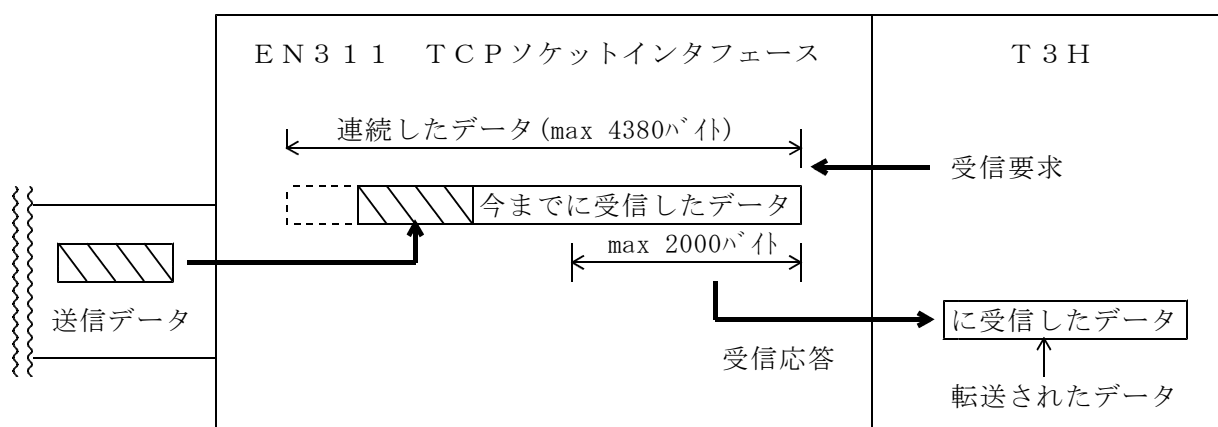

図 6. 6 T C P ソケットインタフェースでの送受信データの取扱い
- g) T C P ソケットインタフェースを使う場合、送信データはコネクション確立時に双方のソケットで取り決めたデータサイズに分割（フラグメント）されて送信されます。分割するデータサイズの上限は1 4 6 0 バイトです。これは伝送路（1 0 B A S E 5 / 2）上を流れるパケット（伝送路上を流れるデータの塊）の長さの制限によるものです（図 6 . 8 参照）。
E N 3 1 1 で 2 0 0 0 バイト送信時には、図 6 . 7 のような現象が発生します。この場合の受信可能最大セグメントサイズは1 4 6 0 バイトになります。